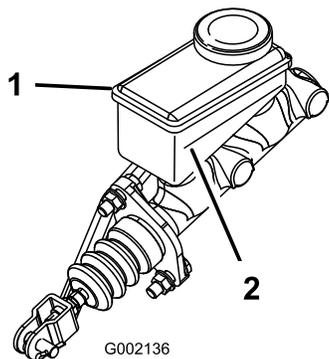

**Рисунок 64**
4. Поднимите капот, чтобы получить доступ к главному тормозному цилиндру и бачку (Рисунок 64).
- Очистите область вокруг крышки бачка и снимите крышку (Рисунок 64).
- Установите на место крышку бака (Рисунок 64).